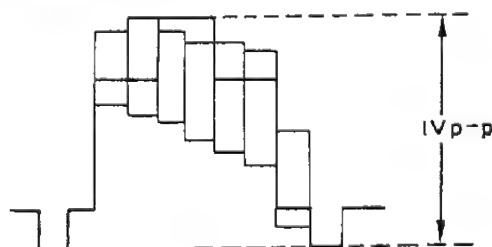

Abbildung 42.
2. Den Ausgang von TP-401 auf dem Oszilloskop (Selbsttrigger) beobachten und R488 (Wiedergabepegelregelung) so einstellen, daß die erhaltene Wellenform der in Abb. 42 entspricht.